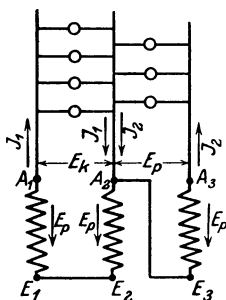
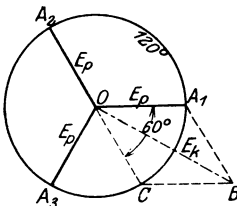

Abb. 92.
Abb. 93.
235. In Abb. 92 seien $A_1 E_1$, $A_2 E_2$, $A_3 E_3$ drei gleiche EMK, die gegeneinander um Winkel von je 120° verschoben sind. Die Enden E_1 und E_2 sind miteinander verbunden, ebenso A_2 mit E_3 . Zwischen A_1 und A_3 , ebenso zwischen A_2 und A_3 werden Lampen geschaltet. Die erste Lampengruppe braucht 6,65 [12] (15) A, die zweite 4,6 [10] (7) A. Gesucht:
Zu a): Wie die Pfeile in Abb. 92 zeigen, sind die EMK in $A_1 E_1$ und $A_2 E_3$ einander entgegengerichtet, müssen also subtrahiert werden (geometrisch). In Abb. 93 sind $A_1 O$, $A_2 O$, $A_3 O$ die drei gleichen EMK, die gegeneinander um 120° verschoben sind. Soll $A_2 O$ von $A_1 O$ subtrahiert werden, so verlängere man $A_2 O$ über O um sich selbst und addiere OC zu OA_1 , d. h. bilde aus OA_1 und OC das $\parallel O A_1 B C$, dessen Diagonale OB die gesuchte Differenz ist. Aus $\triangle O A_1 B$ folgt
Zu b): Die Spannung der zweiten Lampengruppe ist die zwischen A_3 und E_3 herrschende, also die Spannung $E_p = A_3 O$ in Abb. 93.
Zu c): Da bei induktionsfreien Widerständen die Richtungen der Stromvektoren mit denen der Spannungen zusammenfallen, so sehen wir, daß die Stromvektoren J_1 und J_2 miteinander dieselben Winkel bilden, wie die Spannungen OB und OA_3 in Abb. 93.